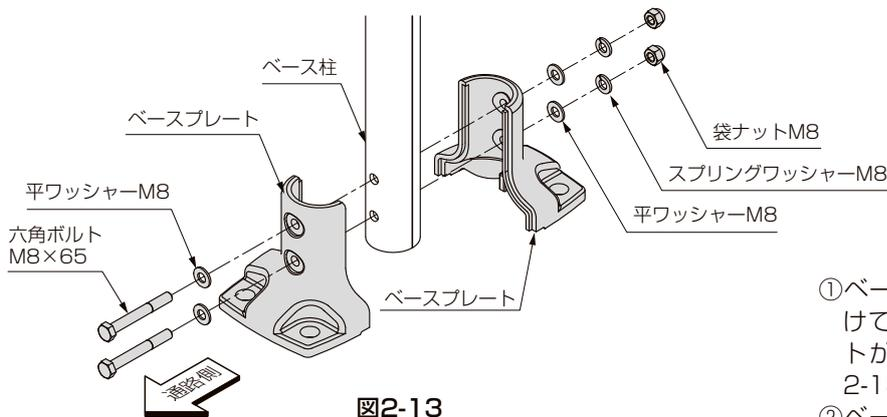

図2-13
①ベース柱をベースプレートで挟み、取付けてください。そのとき、通路側にボルトが向くように取付けてください。(図2-13参照)